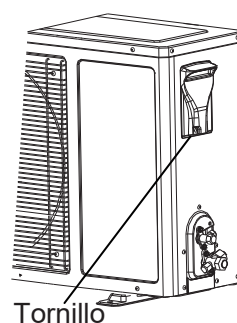

Fig.13
- Desenrosque y desmonte la tapa del dispositivo electrónico (Fig. 13).